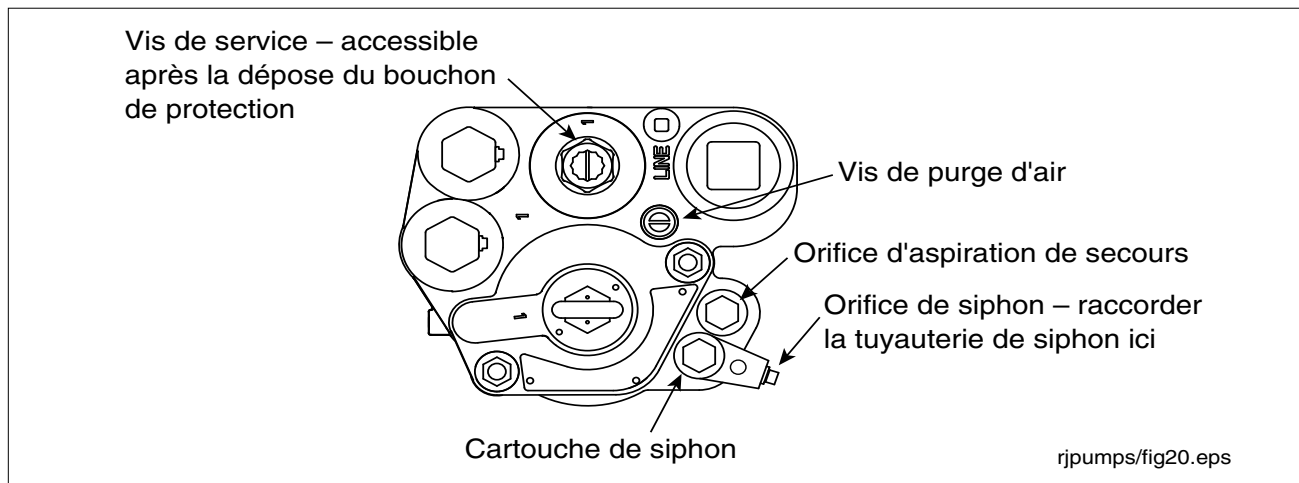

Figure 37. Raccordement du siphon
L'orifice de siphon pour la PTS Red Jacket est un assemblage de siphon qui entre dans l'un des deux orifices d'aspiration (voir la Figure 37). L'extrémité de l'orifice peut être pivotée en desserrant l'écrou hexagonal du haut pour faire entrer le tube de siphon entrant. Serrez l'assemblage de siphon à 20 à 41 N•m (15 à 30 ft-lbs) après la mise en place.
- Ouvrez la vis de purge d'air de 2 à 3 tours (voir la Figure 37).